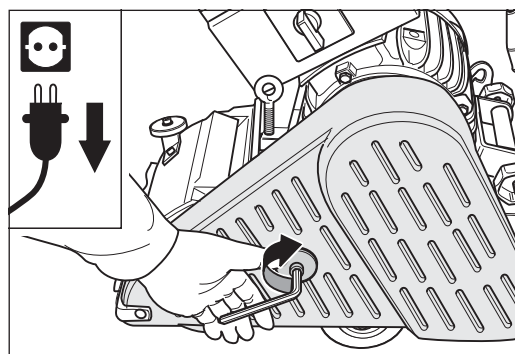

Abb. 5 Den Riemenschutz schließen.
- 5 **Schließen Sie den Riemen-Schutz (Abb. 5)!**